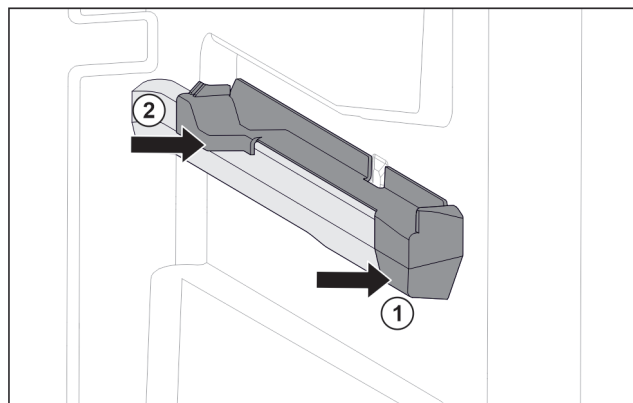

Fig. 218 Piesă de fixare pe nervura din dreapta a recipientului
- ▶ Așezați piesa de fixare în față pe nervura recipientului. Fig. 218 (1)
- ▶ Apăsați piesa de fixare spre spate. Fig. 218 (2)